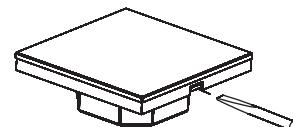

Рис. 4. Снятие лицевой панели
3.6. Отсоедините лицевую панель от корпуса, аккуратно поддев ее плоской отверткой [рис. 4].